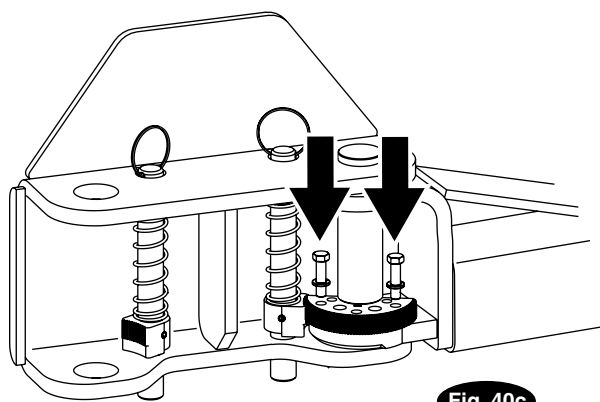
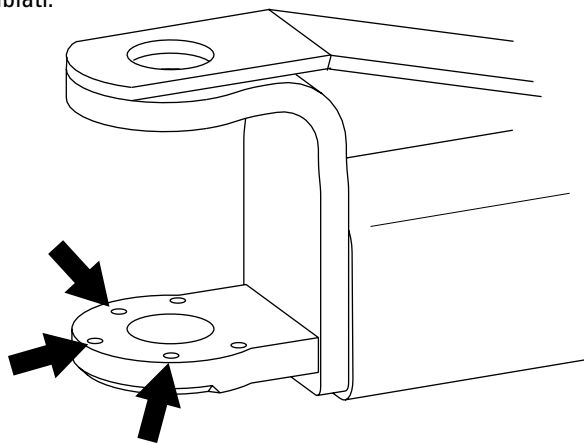

Fig. 40c
Fig. 41
Montare quindi le (2) viti cilindriche a testa esagonale da 3/8"-16NC x 1-1/2" (in totale 8 per tutti i 4 bracci portanti) e le rondelle elastiche da 3/8" nel dispositivo di arresto del braccio e nel braccio stesso, ma senza serrare. Vedere la fig. 40c, fig. 41 e fig. 42.
Dettaglio fig. 41